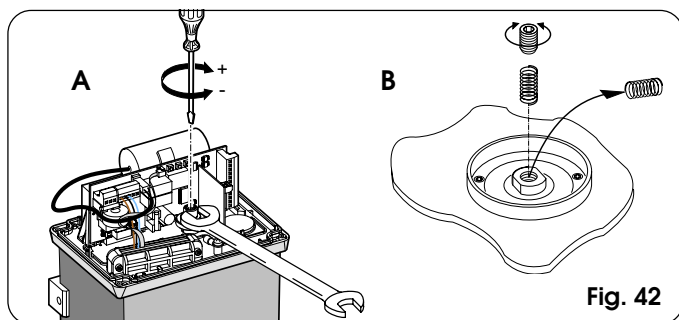

Fig. 42
- 2) Houd de motoras geblokkeerd met een engelse sleutel en draai aan de stelschroef van de koppeling met een inbussleutel of schroevendraaier zoals op fig. 42 ref. A. Om het koppel te verhogen, draait u de schroef met de klok mee. Om het koppel te verminderen, draait u de schroef tegen de klok in.
Ga voor het vervangen van de veer te werk zoals te zien is op fig. 42 ref. B.